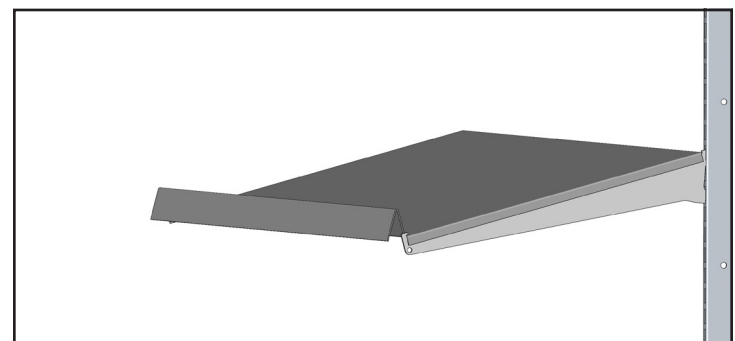

Fig. 5. Installation correcte de l'étagère.
- c. Une fois que l'étagère a dégagé la languette de support d'étagère, faites coulisser l'étagère vers l'avant jusqu'à ce que l'avant de l'étagère soit sous la languette de support d'étagère avant. Lorsqu'elle est correctement installée, l'étagère sera supportée entre les zones crantées dans les fixations d'étagère. Voir fig. 5.